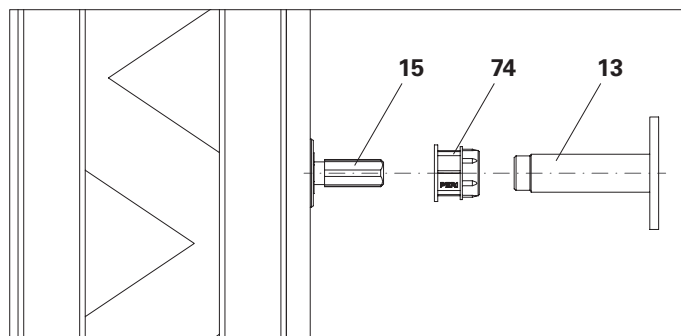

Fig. A5.08
3. Avvitare la boccola ancoraggio M24 sulla piastra di predisposizione M24x65 mm (**15**) e bloccare in posizione fissandola all'armatura. (Fig. A5.08)